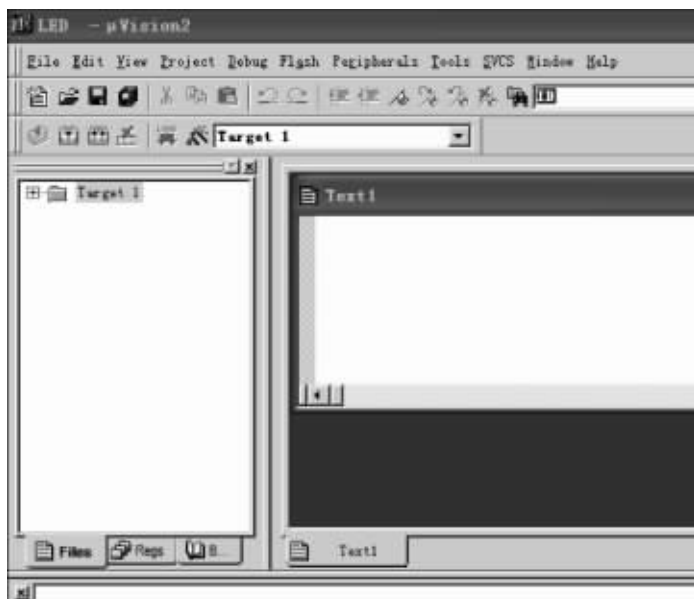

图 1-12 新建程序文件
(3) 在项目中可以创建新的程序文件或加入旧程序文件。如果没有现成的程序,那么就要新建一个程序文件。这里以点亮一只 LED 的程序为例来介绍如何新建一个新程序并加到项目中。单击图 1-12 中的“新建文件”按钮,会出现一个新的文字编辑窗口。